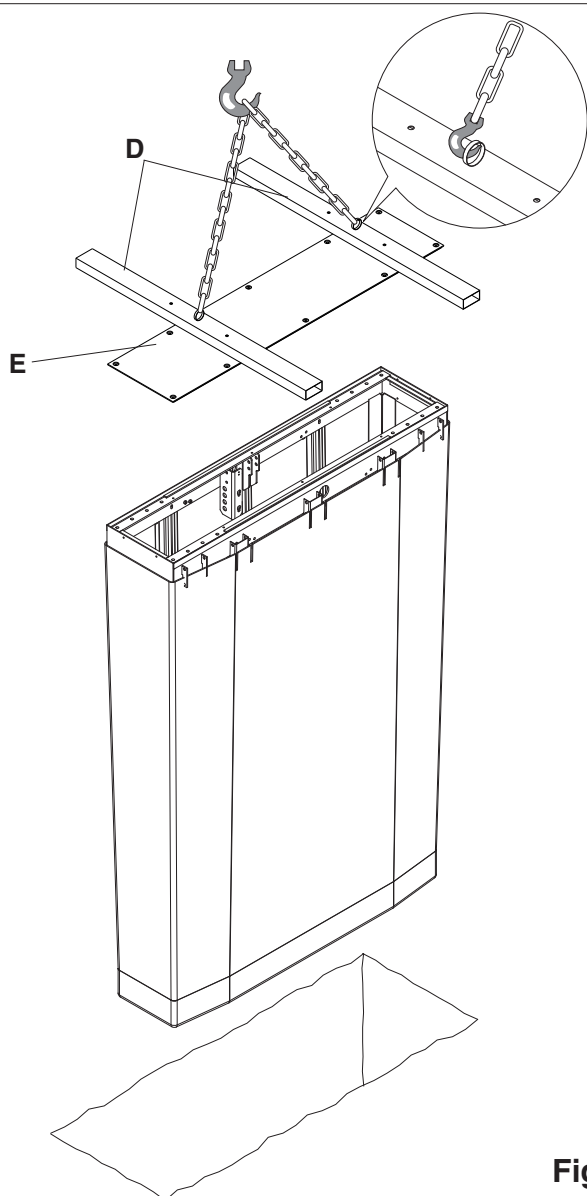

Fig. 5
- Montare le barre di installazione (**D**) e la copertura carrabile (**E**) sulla cassetta (**fig. 5**).
- Sollevare il gruppo telaio utilizzando un mezzo di sollevamento idoneo di portata superiore a 400kg, applicando i ganci nelle apposite sedi delle barre di installazione (**fig. 5**).
- Mount installation bars (**D**) and pavement cover (**E**) onto case (**fig. 5**).
- Raise the frame unit using suitable lifting means having a capacity higher than 400kg, apply hooks in the suitable installation bar seats (**fig. 5**).
- Die Einbaustangen (**D**) und die verfahrbare Abdeckung (**E**) auf dem Kasten (**Abb. 5**) montieren.
- Die Rahmeneinheit unter Einsatz einer angemessenen Hebevorrichtung mit einer Tragfähigkeit über 400 kg heben und dabei die Verankerungen in den entsprechend dafür vorgesehenen Sitzen der Einbaustangen (**Abb. 5**) befestigen.
- Installer les barres de montage (**D**) et le revêtement carrossable (**E**) sur la caisse (**fig. 5**).
- Soulever le groupe cadre par un moyen de levage adéquat ayant une capacité supérieure a 400 kg, en attachant les crochets aux logements pourvus sur les barres mêmes (**fig. 5**).
- Montar las barras de instalación (**D**) y la cobertura transitable (**E**) sobre la caja (**fig. 5**).
- Levantar el grupo bastidor utilizando un medio de elevación idóneo de capacidad superior a 400kg, colocando los ganchos en los alojamientos específicos en las barras de instalación (**fig. 5**).